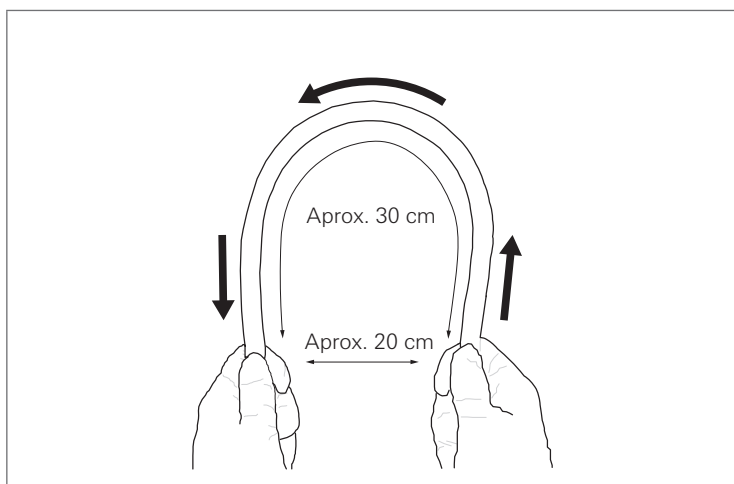

Figura 3.7
9. Folosind ambele mâini, îndoiiți tubul de inserție sub forma unui arc, după cum este ilustrat în Figura 3.7. Prin glisarea tubului de inserție în direcția săgeții din Figura 3.7, asigurați-vă că întregul tub de inserție poate fi îndoit uniform și ușor, sub forma unui arc.